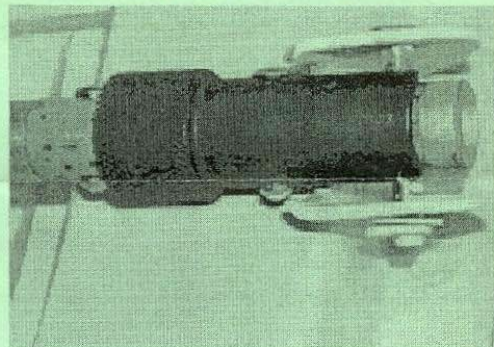

Figure 3. Verrou principal bien inséré
1. le verrou principal s'est bien inséré dans sa goupille de serrage sur le capotage du noyau central, comme l'illustre la figure 3;